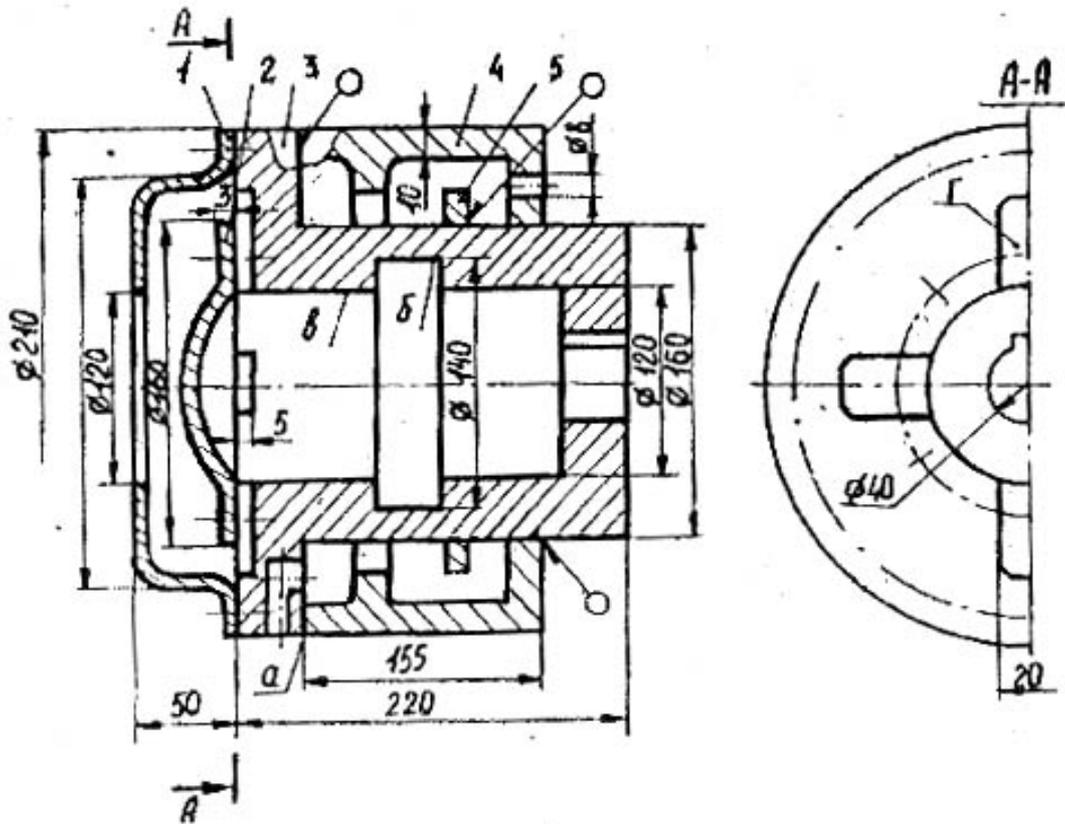

Рис. 1. Учебный узел 1
*Рис. 1.* Заготовку детали 2 (материал АК12, производство массовое) изготовить методом литья. Припуски на обработку нанести на поверхность, прилегающую к детали 3. Заготовку детали 3 (материал сталь 35, производство массовое) получить горячей объемной штамповкой, припуски нанести контуром. Обработать резанием поверхности "в" (шероховатость ), "б" и отверстия для закрепления крышки 2 к детали 3. Сварку детали 5 (материал сталь 35, толщина стенки 10 мм) производить с деталью 3 (производство единичное). Перечислите меры для предупреждения образования холодных трещин в околошовной зоне при сварке указанных деталей.
*Рис. 1.* Заготовку детали 4 (материал сталь 35Л, производство единичное) получить методом литья, припуски нанести на поверхности, контактирующие с деталью 3. Деталь 1 (материал сталь 08КП, толщина стенки 1 мм, производство массовое) изготовить листовой штамповкой. Обработать резанием поверхность "а", отверстие диаметром 8 мм детали 4 и пазы "г" детали 3. Осуществить сварку детали 3 с деталью 4 герметичным швом. Дать на графике участок вольт-амперной статической характеристики электрической дуги и внешнюю характеристику источника тока, применяемые при выбранном виде сварки.